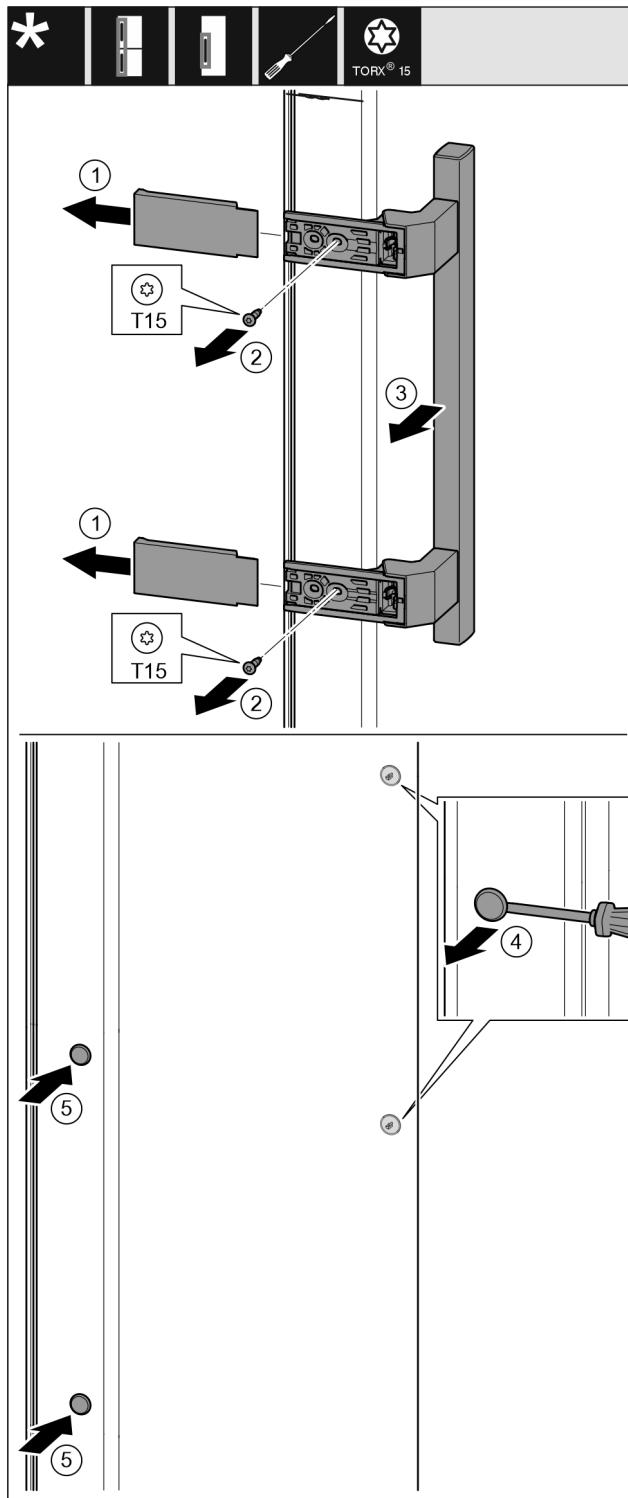

Fig. 19
- Desprindeți apărătoarea. Fig. 19 (1)
- Extrageți prin rotire șuruburile cu șurubelnită T15. Fig. 19 (2)
- Detaşați mânerul. Fig. 19 (3)
- Ridicați cu precauție dopul lateral cu o șurubelnită plată și extrageți-l. Fig. 19 (4)
- Introduceți dopul pe partea opusă. Fig. 19 (5)